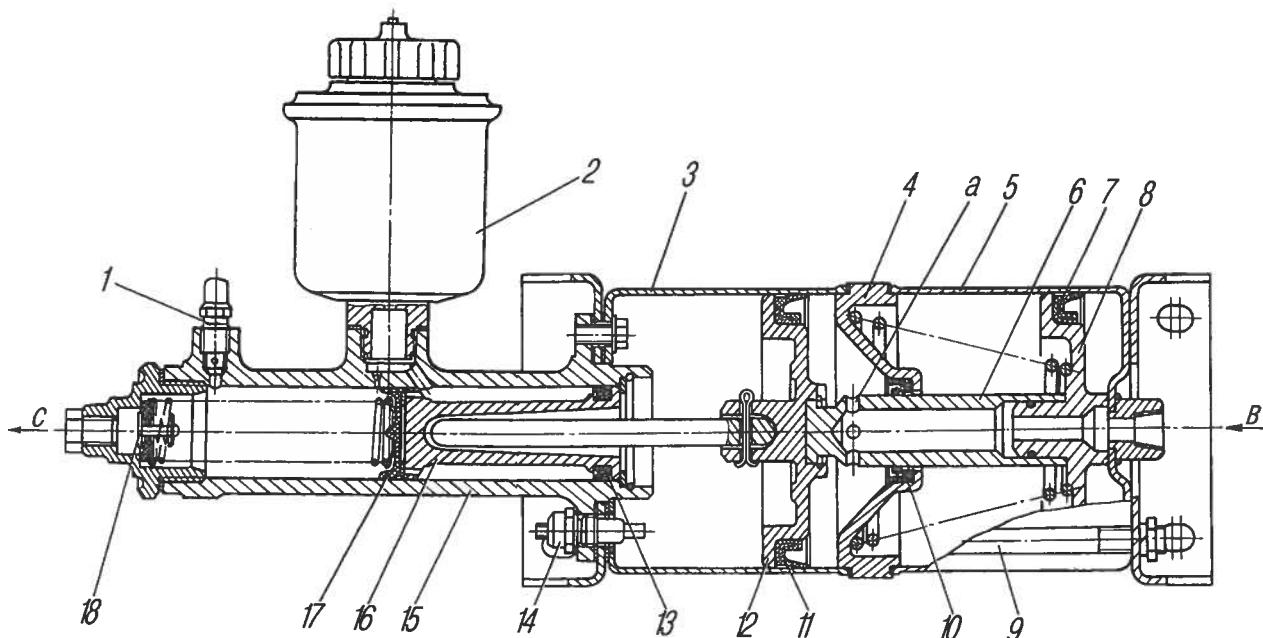

Рис. 68. Усилитель пневматический с главным тормозным цилиндром:
**Пневматические усилители тормозов** с главными тормозными цилиндрами установлены под кабиной: первый — на левом лонжероне, второй — на кронштейне топливного бака. При нажатии на тормозную педаль открывается клапан в тормозном кране, и воздух поступает по трубопроводу под поршни 8 и 12 (рис. 68) пневматического усилителя.